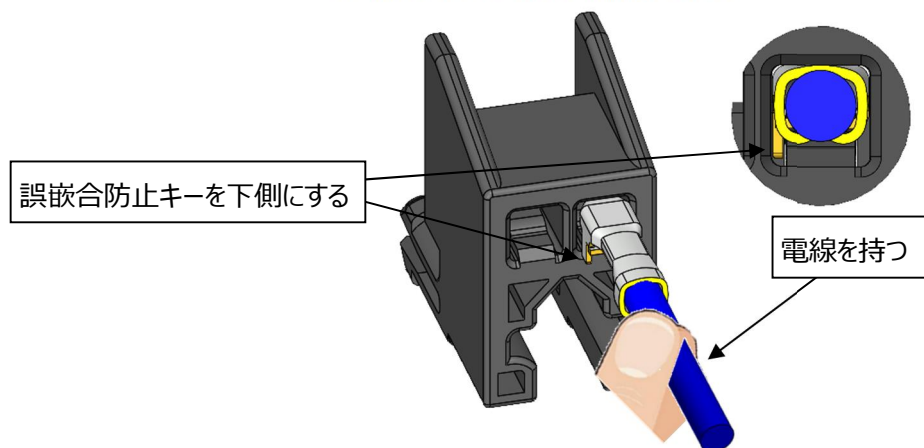

図.23 端子挿入方向
- ① 端子が正しく圧着されているか、傷・変形・異物の付着が無いかを確認して下さい。
- ② 図 23 に示す様に、端子挿入時は電線を持って挿入して下さい。
- ③ 図 23 に示す向きで該当するハウジングのコアホールに突き当たるまで挿入して下さい。
- ④ 端子挿入後は、電線を軽く手前に引き、係止されているかを確認して下さい。